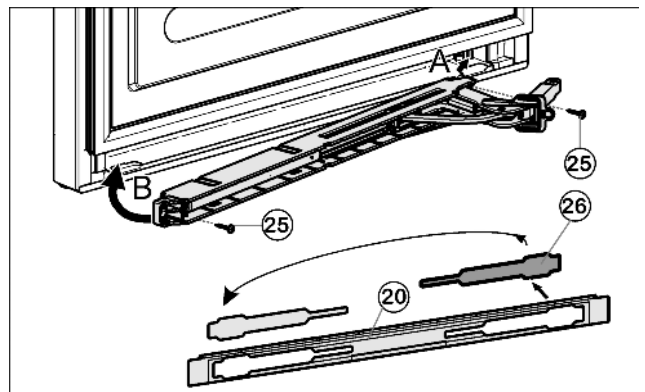

Fig. 13
- ▶ Освободите крышку Fig. 13 (26) из накладки Fig. 13 (20) и снова установите её на другой стороне.
- ▶ Прикрутите (2 шт. Torx® 15) Fig. 13 (25) узел амортизатора закрывания дверцы.